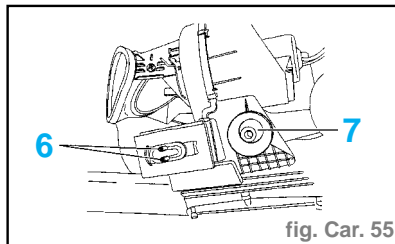

fig. Car. 55
Attention : Vérifier la présence des fixations (6) et de la fixation extensible (7) avant la remise en place du climatiseur (fig. Car. 55).